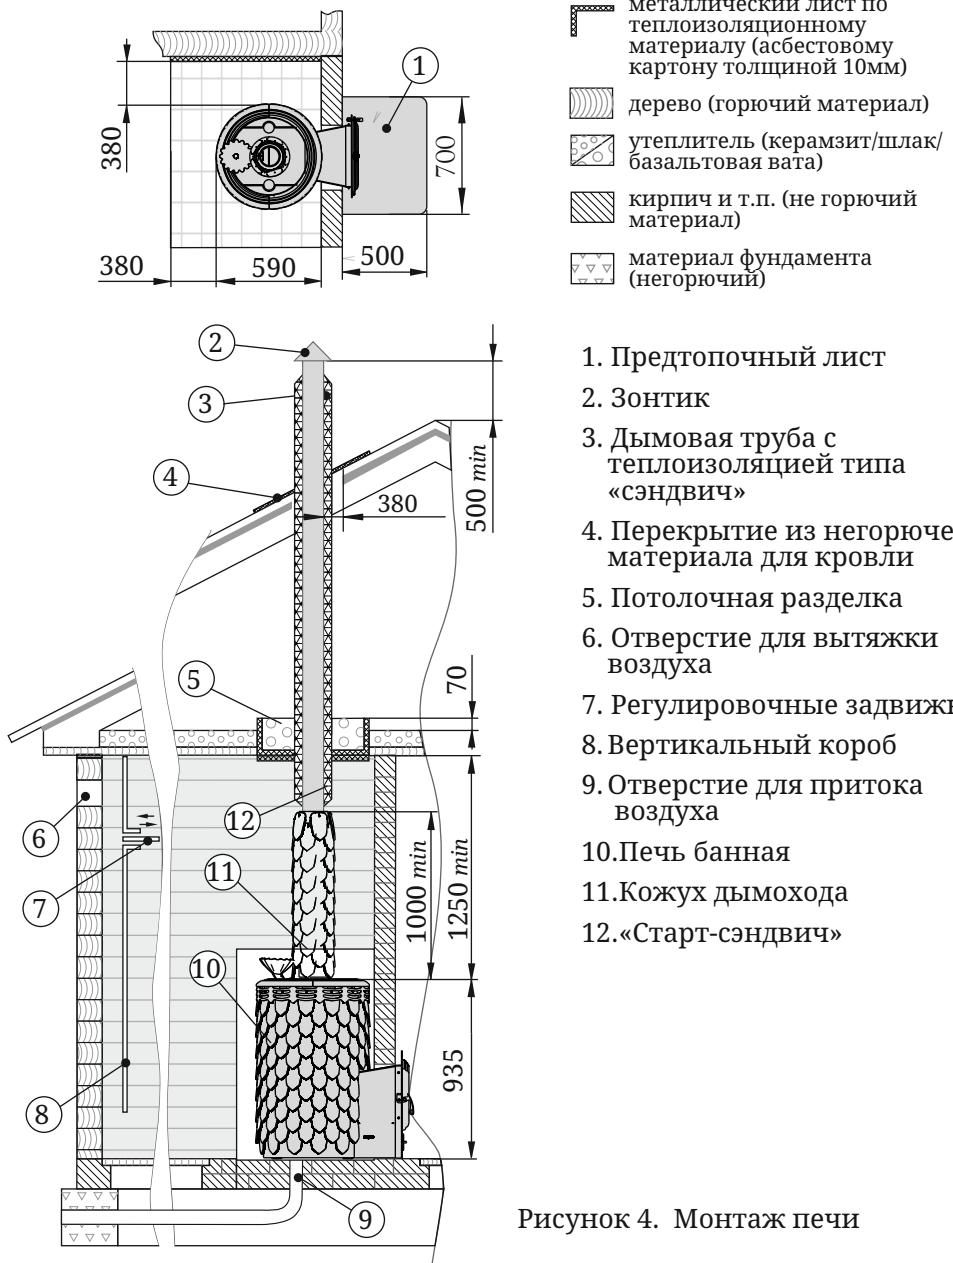

Рисунок 4. Монтаж печи
- пол из горючих и трудногорючих материалов перед дверцей топки — металлическим листом размером 700×500 мм (рисунок 4);
Для обеспечения надежного воздухообмена в парной рекомендуется организовать приточно-вытяжную вентиляцию (см. рисунок 4).